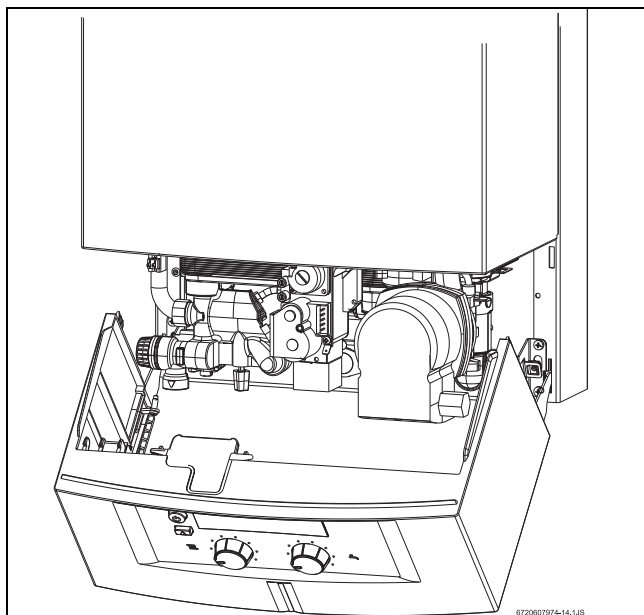

Рис. 26 Сервисная позиция для регулирования газа
- Перевести панель управления в сервисную позицию (см. рис. 26).